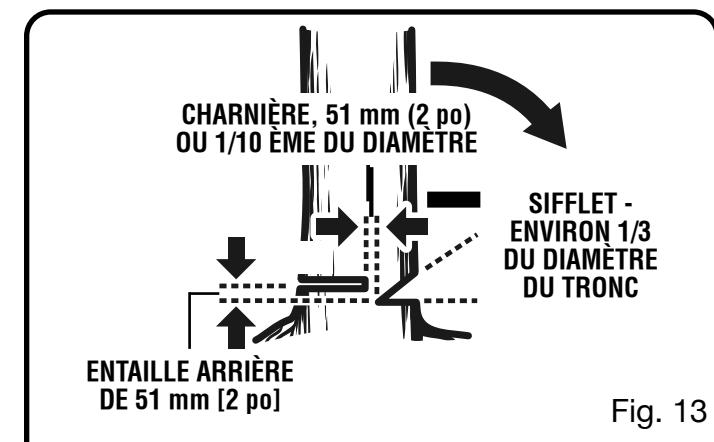

Fig. 13
- **Entaille de dessous.** Pratiquer une entaille d'environ le tiers du diamètre du tronc, perpendiculairement à la ligne de chute. Veiller à ce que les entailles du sifflet se rejoignent à angle droit par rapport à la ligne de chute. Le sifflet doit être taillé de façon à présenter une ligne droite. Pour empêcher le pincement de la scie sous le poids du bois, toujours effectuer l'entaille inférieure en premier. *Voir la figure 13.*
- **Entaille d'abattage.** L'entaille d'abattage doit toujours être de niveau et horizontale et effectuée à au moins 51 mm (2 po) au-dessus de l'entaille horizontale du sifflet. *Voir les figures 13 et 14.*
- Ne jamais couper jusqu'au sifflet. Toujours laisser une épaisseur de bois d'environ 51 mm (2 po) ou 1/10ème du diamètre du tronc entre l'entaille d'abattage et le sifflet. Ceci s'appelle une « charnière ». Cette charnière contrôle la chute de l'arbre et empêche le tronc de glisser, de pivoter ou de basculer sur la souche. *Voir les figures 13 et 14.*